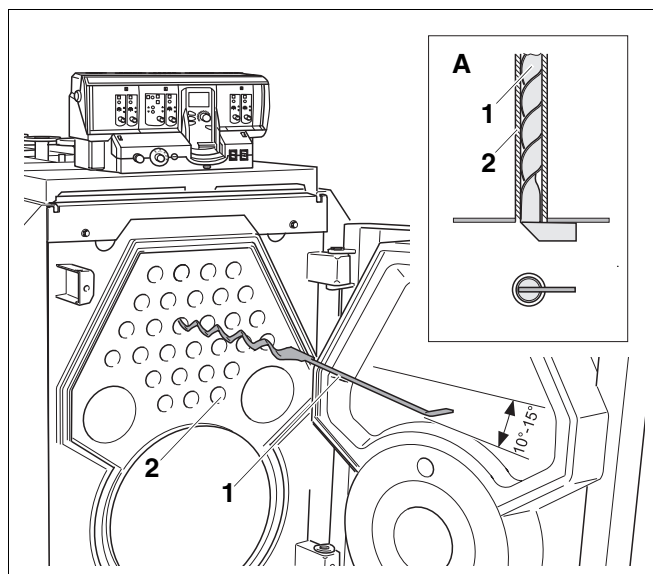

Рис. 50 *Корректировка предварительного напряжения турбуляторов*
- Проверьте, чтобы стопоры турбуляторов прилегали на фронтальной стенке горизонтально к трубам дополнительных поверхностей нагрева (рис. 50, стр. 55, **вид А**).
- Задвинуть турбуляторы (рис. 50, **поз. 1**) в трубы дополнительных поверхностей нагрева (рис. 50, **поз. 2**).
Если предварительное напряжение турбуляторов (рис. 50, **поз. 1**) недостаточно, то необходимо его скорректировать.
- Вынуть турбулятор (рис. 50, **поз. 1**) на $\frac{3}{4}$ его длины из трубы (рис. 50, **поз. 2**).
- Согнуть турбулятор (рис. 50, **поз. 1**) как показано на рис. 50 на $10^\circ - 15^\circ$.
- Вновь задвинуть турбулятор (рис. 50, **поз. 1**) в трубу (рис. 50, **поз. 2**).
- Еще раз проверить предварительное напряжение турбулятора (рис. 50, **поз. 1**).